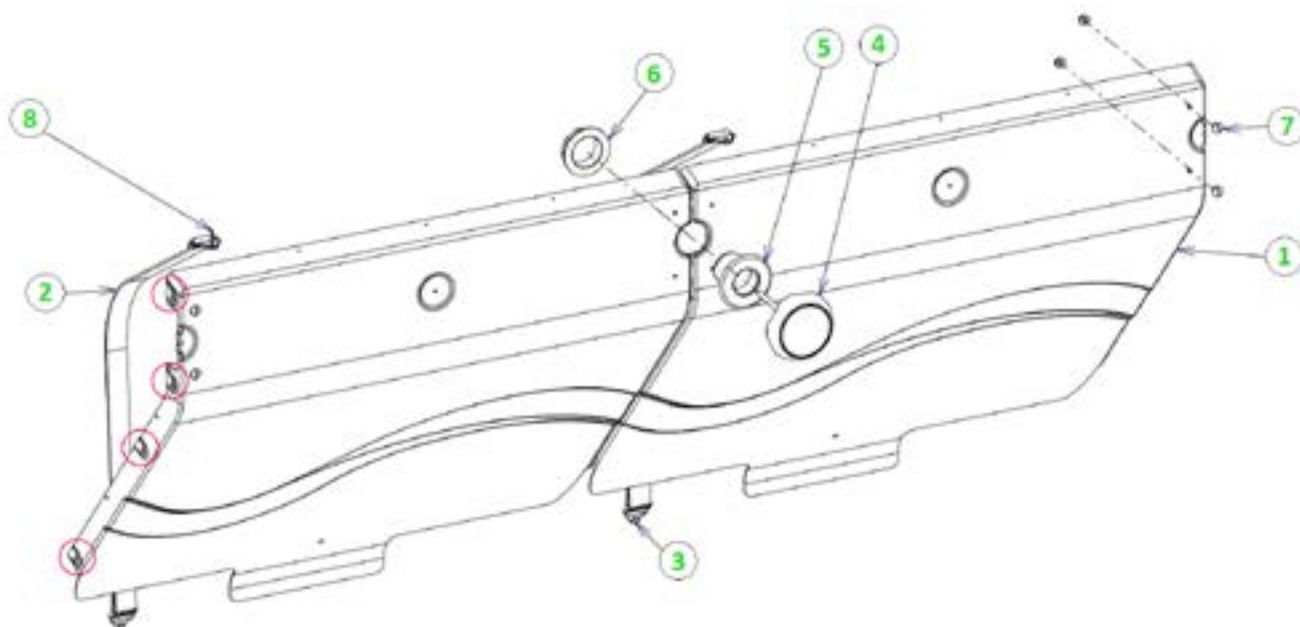

Figure 43 – Montaje de la pared de separación y del foco
Los pasos para montar la pared de separación y los focos se ilustran en la *Figure 43*. Los tornillos necesarios para este montaje están en la bolsa Y.
Ensamble los dos módulos (1) del pasamuros con cuatro tornillos hexagonales de acero inoxidable A4 8 x 20 y cuatro tuercas de 8 mm de diámetro, insertando una arandela de 8 mm de diámetro en cada lado de la pared, un total de ocho arandelas. Las ubicaciones de estos tornillos en las paredes están indicadas por cuatro círculos rojos en la *Figure 43*.